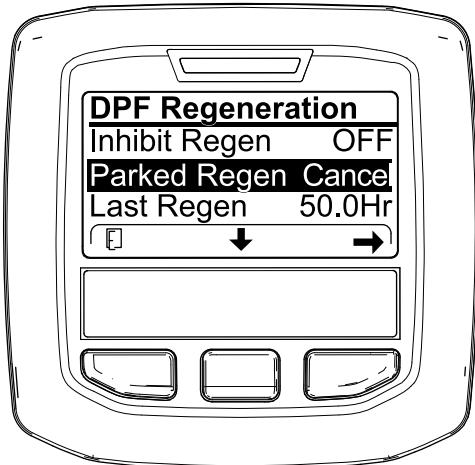
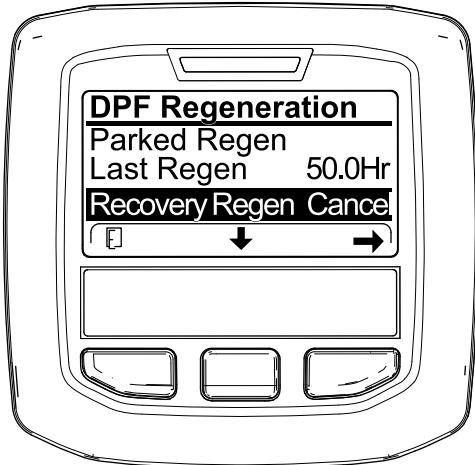

Bild 64
Bild 65
1. Zugreifen auf das Menü für die Regenerierung des Dieselpartikelfilters (Bild 64)
2. Drücken Sie die mittlere Taste, um auf die Option PARKED REGEN. CANCEL (Bild 64) oder RECOVERY REGEN. CANCEL zu navigieren (Bild 65).
3. Drücken Sie die rechte Taste, um den Eintrag „Regen Cancel“ auszuwählen (Bild 64 oder Bild 65).